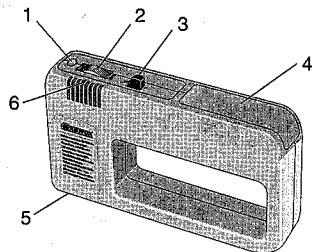

Fig. 1
Legende (zu Fig. 1)
1. Batteriefach 4 (Fig. 1) öffnen.
1. Funktion „M“ Metallsuchen oder „V“ Spannungssuchen 3 (Fig. 1) am Wahlschalter einstellen.
2. Gerät mit Stellrad 2 (Fig. 1) einschalten.
3. Stellrad weiterdrehen, bis die Leuchtdiode 1 (Fig. 1) aufleuchtet und der Summeer ertönt (Stellung M = Dauerton, Stellung V = Intervallton)
4. Nach der Arbeit Gerät über das Stellrad 2 (Fig. 1) ausschalten, damit die Batterie nicht vorzeitig entladen wird.